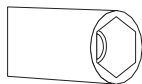

Figura 2
1. Deve usar chave com cabeça especial para retirar e instalar os bicos. (figura 2)